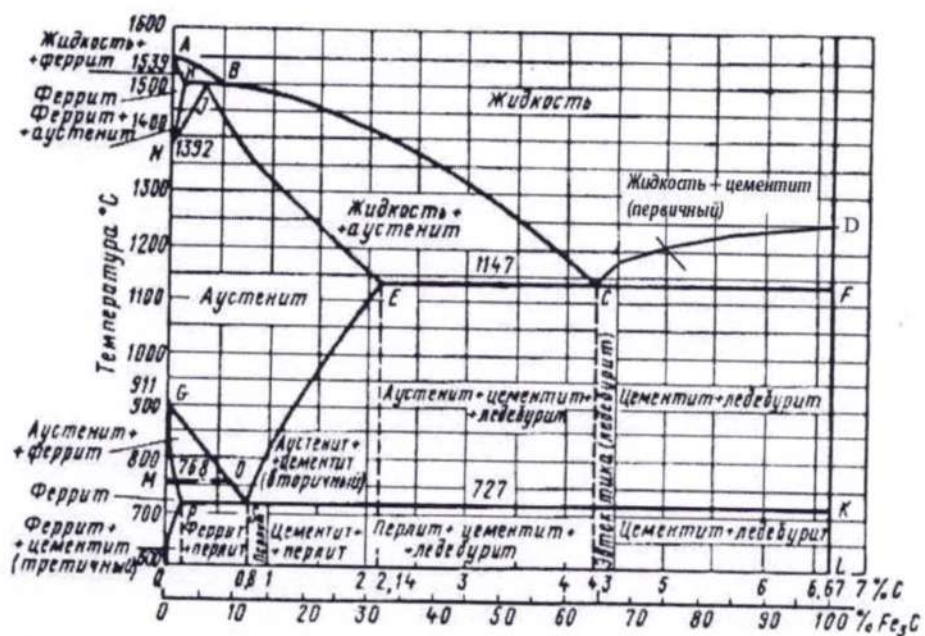

Рисунок 1- Диаграмма состояния «Fe-Fe₃C»
1. Изучить диаграмму состояния «Fe-Fe₃C» (рисунок 1).